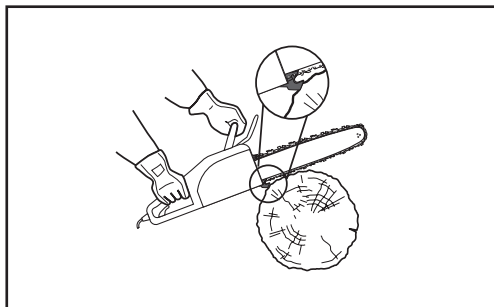

Fig. 19
5. Certifique-se de que a corrente (8) está a funcionar à velocidade máxima antes de a mesma entrar em contacto com a madeira. Utilize o batente serrilhado (4) para fixar o produto na madeira antes de iniciar o corte e utilize-o como ponto de alavancagem durante o corte (Fig. 19).